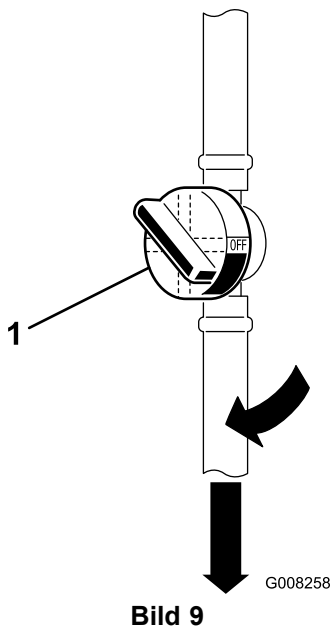

Bild 9
1. Öffnen Sie den Kraftstoffhahn der sich zwischen dem Kraftstofftank und dem Motor befindet (Bild 9).